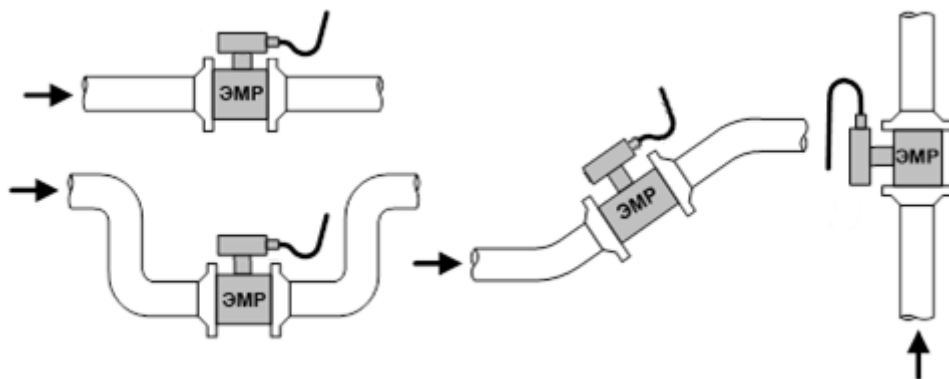
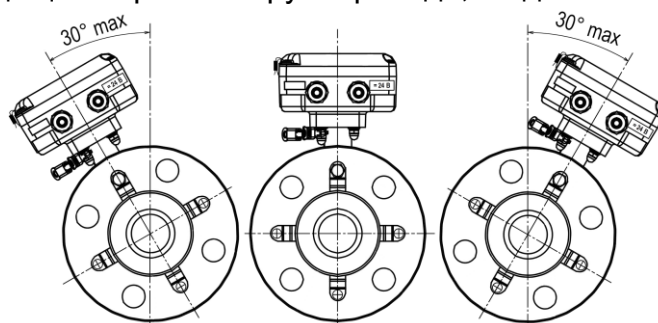

Рис.1. Рекомендуемые места установки ЭМР в трубопроводе.
**Рис.2. Установка ЭМР в трубопроводе с воздушным клапаном.**
- 3.2.1. ЭМР допускается монтировать в горизонтальный, наклонный или вертикальный трубопровод с восходящим потоком (рис.1). При этом должны выполняться следующие требования:
3.2.4. В случае невозможности установки расходомера в рекомендуемых местах (рис.1) допускается монтаж изделия в верхней точке трубопровода (рис.2а) или на нисходящем потоке напорных трубопроводов (рис.2б, 2в).